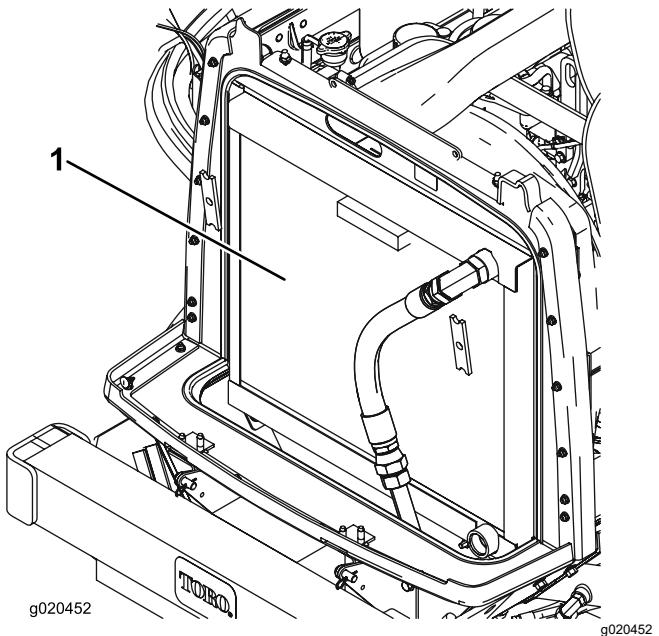

Figura 77
3. Pulite accuratamente entrambi i lati dell'area del refrigeratore dell'olio e del radiatore utilizzando aria compressa (Figura 77).